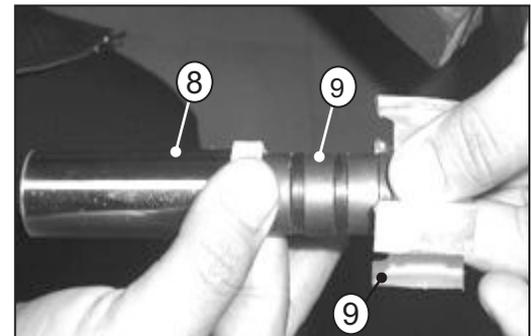

Abb. 5.16d
WICHTIG: Magnete (9) nicht abmontieren, da diese in der Polaritätssequenz zusammengesetzt sind, die nicht unterbrochen werden sollte (Abb. 5.16d)